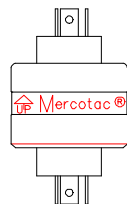

Рис. 1
1. Разъемы Mercotac можно использовать как горизонтально, так и вертикально. Однако стрелка «ВВЕРХ» на корпусе разъема не должна оказаться ниже линии горизонтали. Разъемы являются обратимыми, поэтому их не нужно устанавливать вверх ногами. Желательно хранить коннекторы в вертикальном положении (стрелка вверх). <Рис. 1>